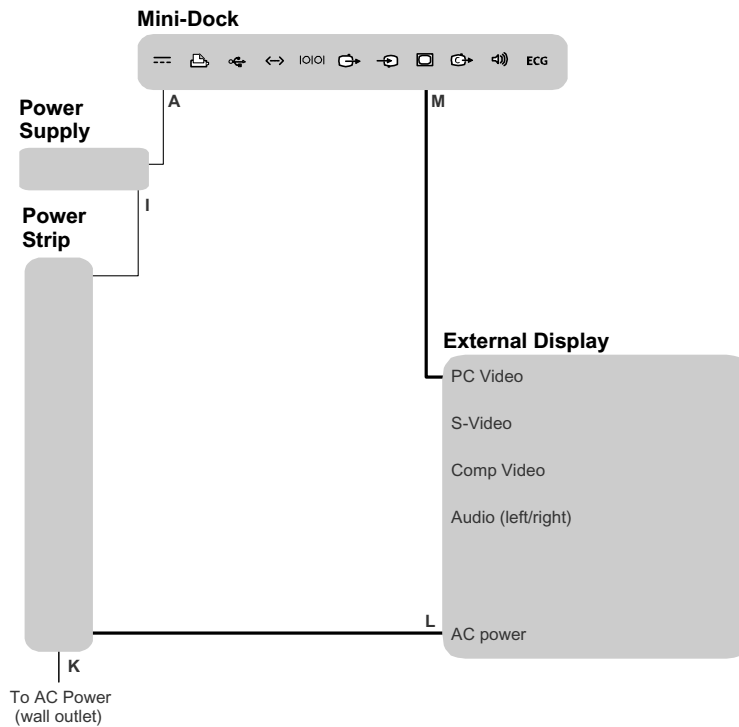

Figura 5 Conexão de um monitor externo VGA no MDSe
- 1 Conecte os cabos. Consulte a Figura 5 e “Símbolos de cabos, conectores e minipedestal” na página 19.